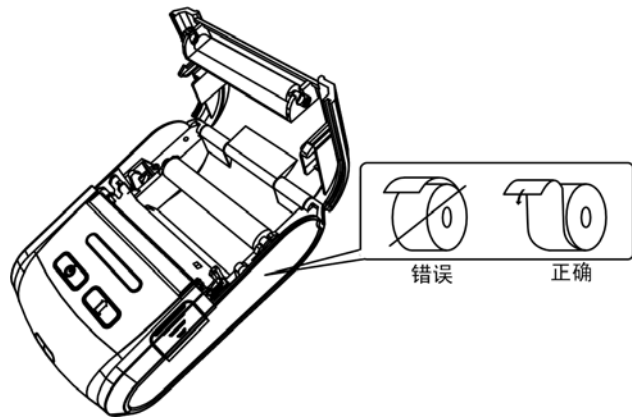

图 2.4 热敏纸安装
- ① 按照 2.1.2 节步骤打开纸仓盖。
- ② 将热敏打印纸（纸宽 58mm，直径 ≤ 40mm，外侧为打印面）装入打印机纸仓，注意纸的正反位置，如果装反将导致不能打印，如图 2.4 所示。
- ③ 将部分打印纸拉出。
- ④ 将纸卷摆正后，合上纸仓盖。